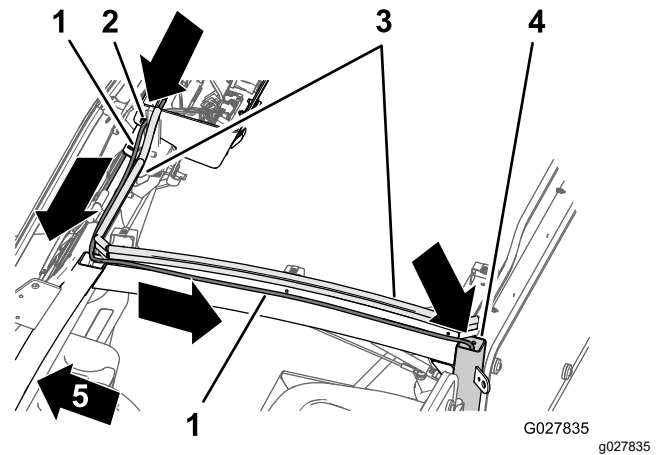

Figura 21
1. Encaminhe o tubo para a esquerda da consola superior ao longo do vedante da lâmpada na parte frontal da estrutura da cabina (Figura 21).
2. Encaminhe o tubo para trás ao longo do canal da estrutura esquerda da cabina (Figura 21).